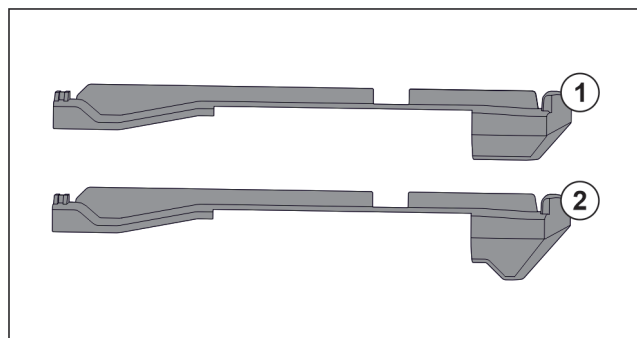

Fig. 128 Krahassimi i pjesëve kapëse
Në pajisje gjenden dy pjesë kapëse të ndryshme. Pjesa kapëse mbi sirtarin më të poshtëm Fig. 128 (2) ka një cep në formë trekëndëshi. Të gjitha pjesët e tjera kapëse Fig. 128 (1) kanë një cep të drejtë.
- ▶ Vendosni pjesën kapëse Fig. 128 (2) me cepin në formë trekëndëshi mbi sirtarin më të poshtëm.
- ▶ Vendosni pjesën kapëse Fig. 128 (1) me cepin e drejtë në të gjitha vendet e tjera.